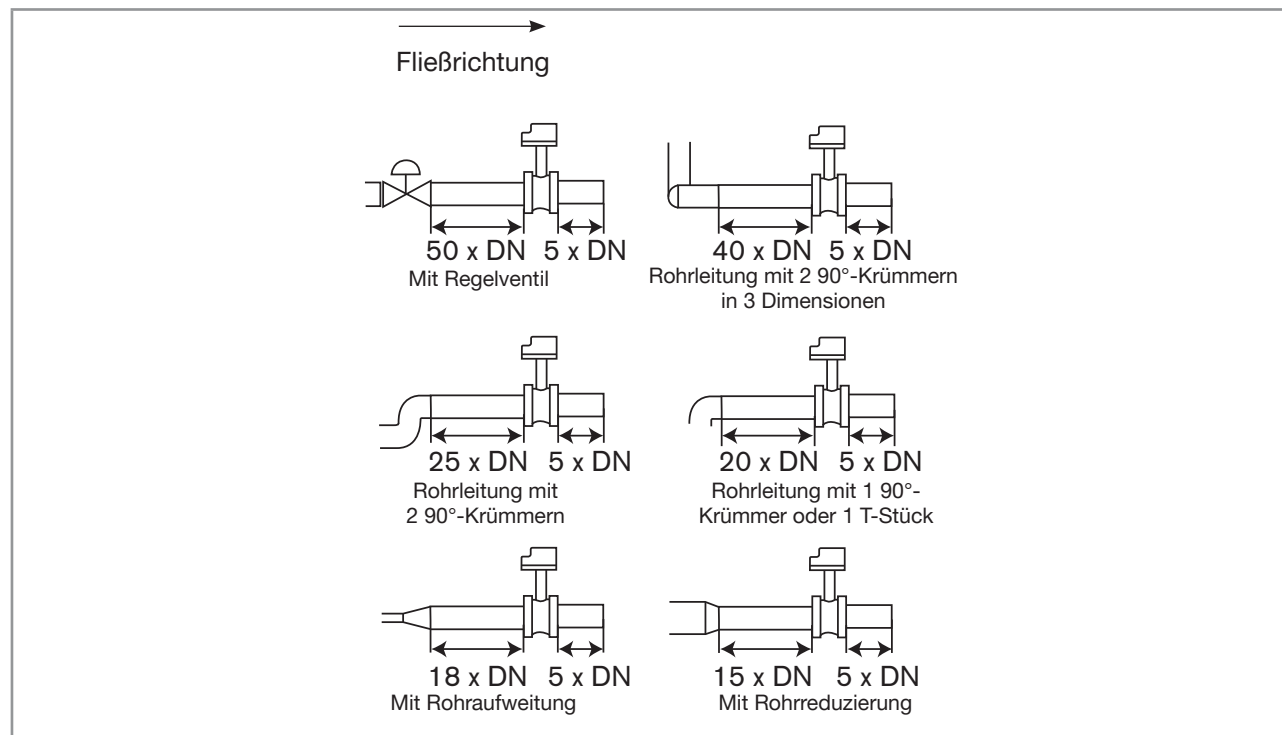

Bild 4: Mindestein- und -auslaufstrecken je nach Aufbau der Rohrleitungen
- die je nach Aufbau der Rohrleitungen erforderlichen Mindestein- und -auslaufstrecken vor und nach dem Sensor einhalten, (Siehe Bild 4 und Norm EN ISO 5167-1).
- die je nach Aufbau der Rohrleitungen erforderlichen Mindestein- und -auslaufstrecken vor und nach dem Sensor einhalten, Siehe Bild 4, Kapitel 7.2.1 und Norm EN ISO 5167-1.